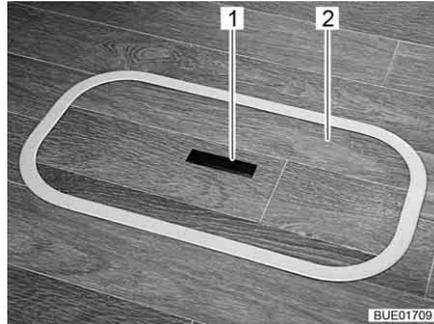
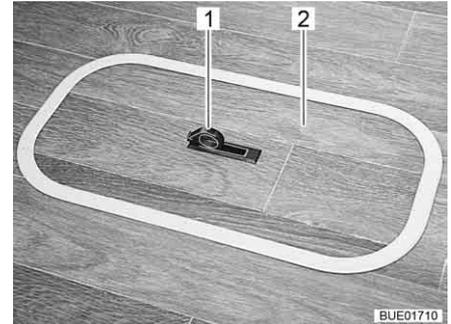

Fig. 79 Couvercle compartiment dans le plancher (poignée encastée)
Fig. 80 Couvercle compartiment dans le plancher (poignée pivotée vers l'extérieur)
- Pousser la plaque de la poignée (Fig. 79,1) vers le bas d'un côté. La poignée (Fig. 80,1) pivote vers le haut.
- Tirer le couvercle (Fig. 79,2 et Fig. 80,2) vers le haut pour le retirer.